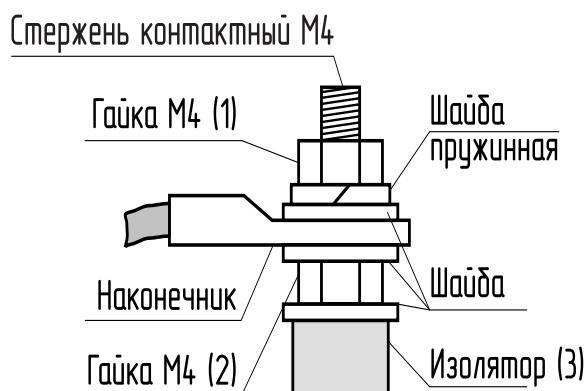

Рис.7 Присоединение проводов к выводам блок ТЭН
6.7. При замене блок ТЭН присоединение фазных проводов к выводам блок ТЭН производить согласно Рис.7. Сечение кабеля указано в табл.1.
Внимание! При закручивании гайки M4 (поз.1 Рис.7) во избежание короткого замыкания, при повреждении изоляции (поз.3 Рис.7) и последующего выхода из строя блока ТЭН необходимо зафиксировать (рожковым) гаечным ключом гайку M4 (поз.2 Рис.7). Затяжку гайки M4 (поз.1 Рис.7) производить с усилием 1,8 Нм.